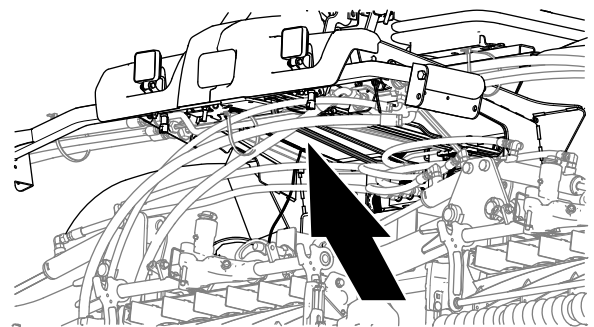
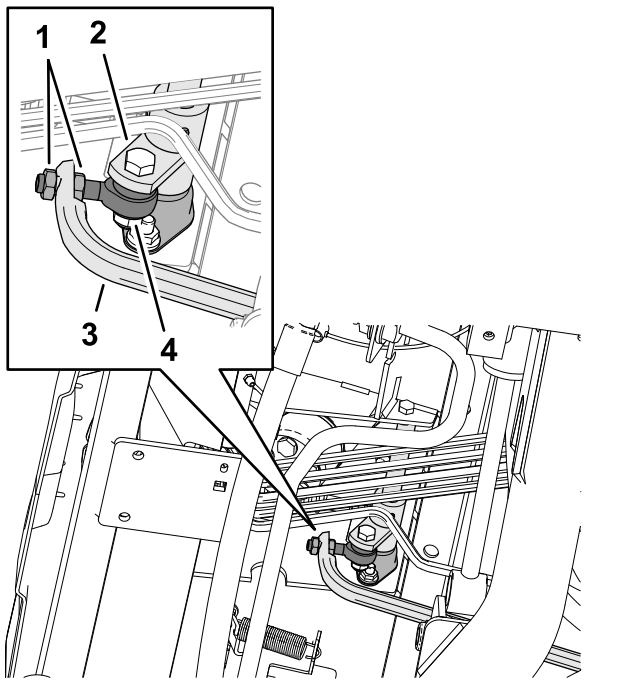

図 151
図 152
- ロッドの端部についているジャムナットを調整する前進を止めるなくすには走行ロッドを前へ動かし、後退をなくしたい場合には、後ろへ動かす 図 151と 図 152。